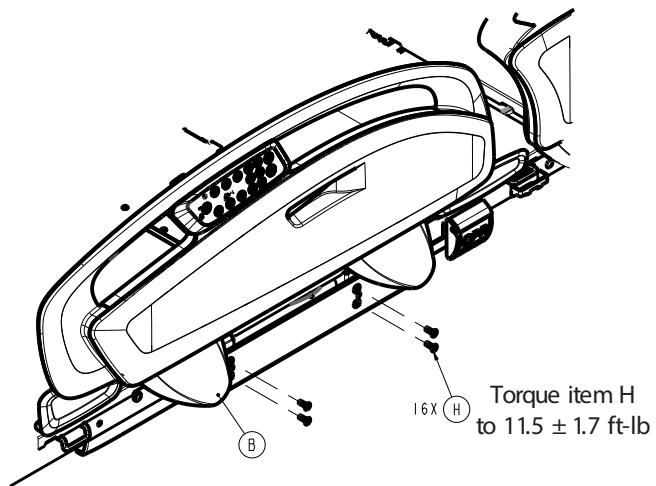

Figure 41 – Retrait de l'ensemble
19. À l'aide d'une clé Torx T30, desserrer les quatre vis (H) qui fixent l'ensemble de la barrière à l'ensemble soudé du relève-buste (Figure 41). Répéter du côté opposé.